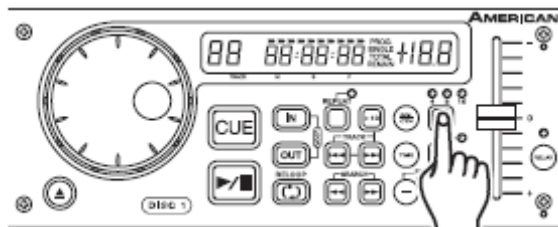

Figure 10
UTILISER LE SÉLECTEUR DE POURCENTAGE DE PITCH SLIDER (8) : Vous pouvez choisir un taux de pitch à tout moment. Pour modifier le taux, assurez-vous que la fonction pitch est activée, voir Figure 10. Le pourcentage du pitch peut être changé entre +/- 4 %, +/- 8 % et +/- 16 %. 4 % vous permet la manipulation la plus restreinte du pitch et 16% vous permet la manipulation la plus ample du pitch. Pour régler les différentes valeurs, appuyez le bouton *PITCH ON/OFF* (13) et appuyez sur le bouton % (8) jusqu'à ce que la valeur désirée soit atteinte. Le voyant du bouton % (8) brillera en jaune pour 4%, en vert pour 8%, ou en rouge pour 16%.